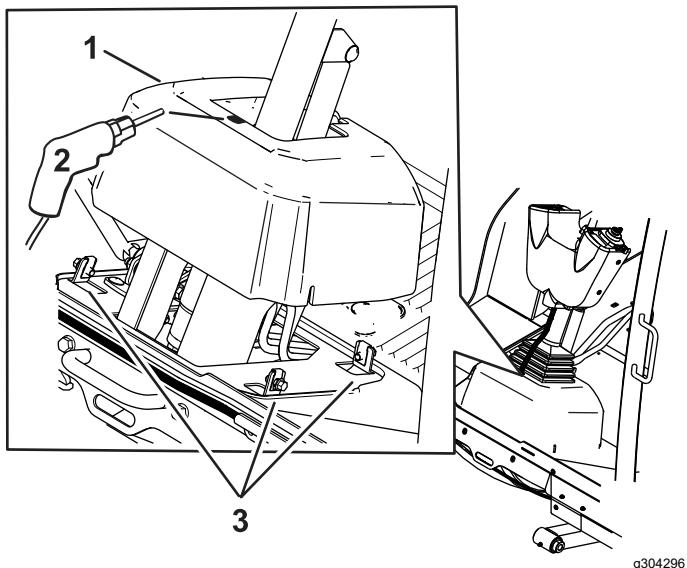

Figure 9
8. Desserrez les boulons autour de la base de la colonne de direction (Figure 9).
9. Élevez la base et percez un trou de 22 mm ($\frac{7}{8}$ po) comme montré à la Figure 9.